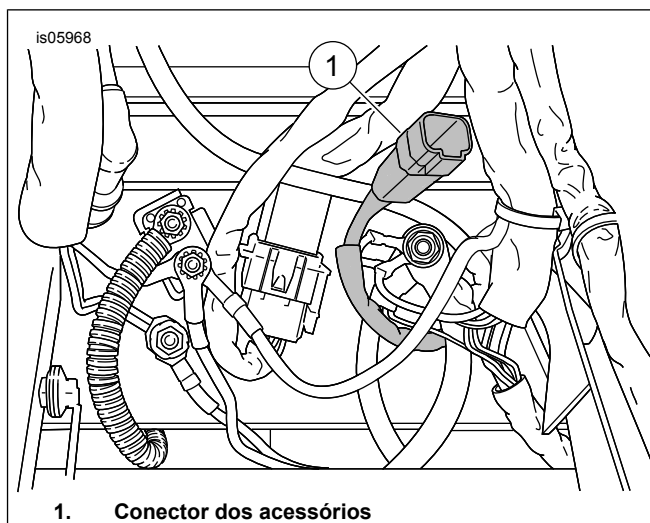

Figura 2. Localização do conector de acessórios (embaixo do assento)
1. Veja Figura 2. Remova o tampão de borracha do conector de acessórios (1) localizado debaixo do assento. Passe o chicote de fios sob o assento. Ligue o conector elétrico do assento ao conector de acessórios. Os conectores se acoplam com um clique audível.